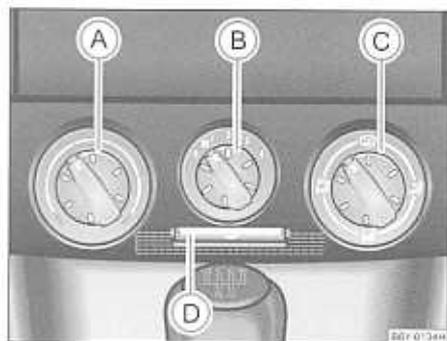
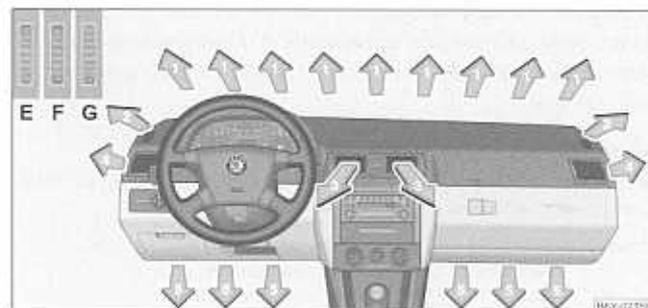

Fig. 78 Calefacción: elementos de mando
Fig. 79 Difusores de salida de aire.
- Gire el regulador giratorio (A) ⇒ fig. 78 hacia la derecha para aumentar la temperatura.
- Gire el regulador giratorio (A) hacia la izquierda para bajar la temperatura.
- Regulador giratorio (A) → página 91, fig. 78 hacia la derecha hasta el tope
- Regulador giratorio (B) a la posición 4
- Regulador giratorio (C) a la posición ☞
- Abrir los difusores 4 → página 93, fig. 79 y dirigirlos hacia el cristal lateral.
- Regulador giratorio (A) → página 91, fig. 78 hacia la izquierda hasta el tope
- Regulador giratorio (B) a la posición deseada
- Regulador giratorio (C) a la posición
- Abrir los difusores 3 y 4 → fig. 79
- Pulse la tecla , el símbolo en la tecla se encenderá → página 91, fig. 78.
Si el regulador de distribución de aire (C) se encuentra en la posición → página 91, fig. 78 → página 91, fig. 78 , el servicio de aire circulante se desconectará automáticamente.
De todos los difusores fluye, según la posición del regulador giratorio (A) → página 91, fig. 78, aire calentado o sin calentar.
- **Difusor completamente abierto** - ruedecilla moleteada vertical en la posición **F** → página 93, fig. 79